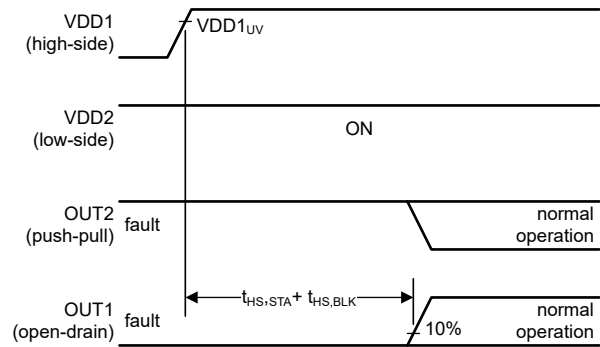

图 6-4. VDD2 保持开启; VDD1 开启 (长延迟)
在图 6-4 中, 高侧电源 (VDD1) 在低侧电源 (VDD2) 开启很长时间后开启。OUT1 最初处于低电平状态, 而 OUT2 处于高电平状态; 请参阅实例 (1)。在高侧电源启用后, 需要保持一段时间 ( $t_{HS,STA} + t_{HS,BLK}$ ), 器件才会正常运行, 并且输出会反映比较器的当前状态。